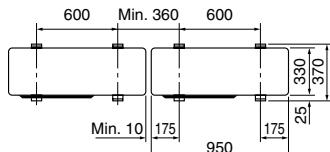

Fig. 3-1
- Ünenin çalışması sırasında gürültü yapmaması için ünitemi mutlaka sağlam ve düz bir yüzeye monte edin. (Fig. 3-1)